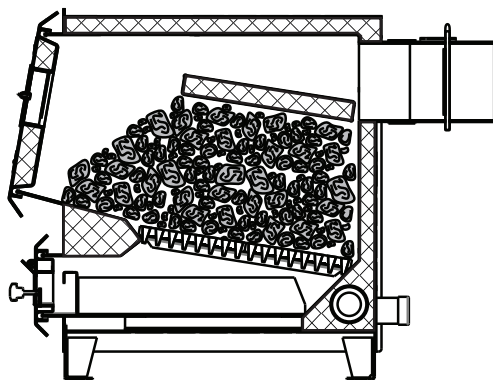

Рис.6 Схема загрузки аппарата
- Добавьте очередную порцию топлива, когда разгорится первый слой основного топлива, равномерно распределить его по всему объему в соответствии **Рис.6**;
- Добавьте очередную порцию топлива, когда разгорится первый слой основного топлива, равномерно распределить его по всему объему в соответствии **Рис.6**.